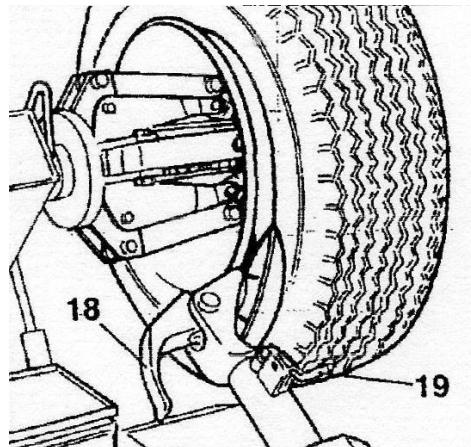

Рисунок 16
- С помощью нижней рукоятки управления (поз. 15, Рисунок 3) наклоните рычаг в нерабочее положение, переместите его и закрепите во внутреннем положении (Рисунок 16).
*Примечание: В ходе отжима борта можно опустить захват зажимного устройства (поз. 18, Рисунок 16), чтобы он не мешал работе.*